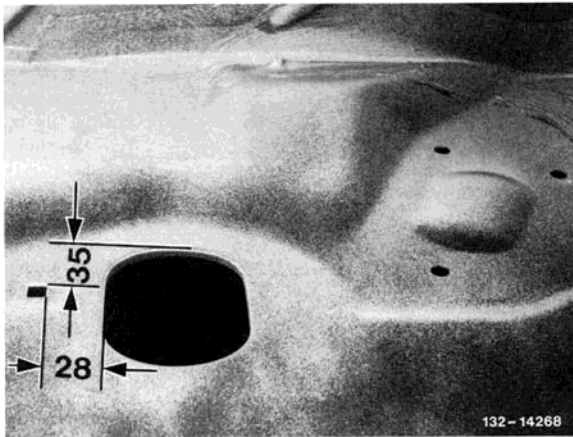
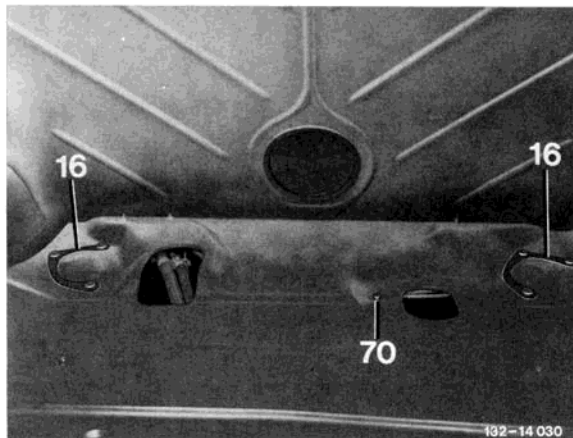

Bild 9
Bild 10
19 Die Befestigung der Ölzulauf- und der Ölrücklaufleitung unter dem Tank erfolgt nach Bild 10 und 11 durch eine Sicherungsschraube (70), die vom Kofferraum her eingesetzt und durch Umbiegen der Blechfahnen und Aufschieben der Gummischeibe (71) gesichert wird. Zum Einsetzen der Sicherungsschraube muß ein Viereckloch von 9×9 mm nach Bild 9 angebracht werden.